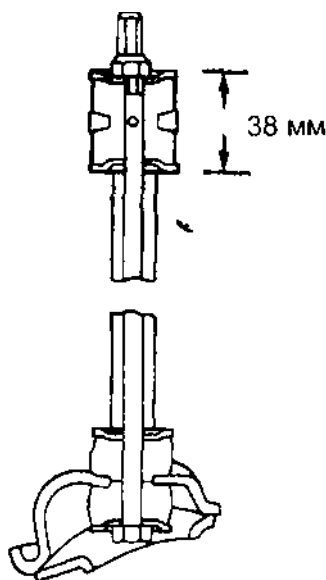

Рис. 5.4.
- самоконтрящиеся гайки шарнирного соединения концов стержня стабилизатора с рычагами подвески затянуть для обеспечения предварительного натяга так, чтобы расстояние от торца гайки до торца распорной втулки этого соединения составляло 38 мм (рис. 5.4).